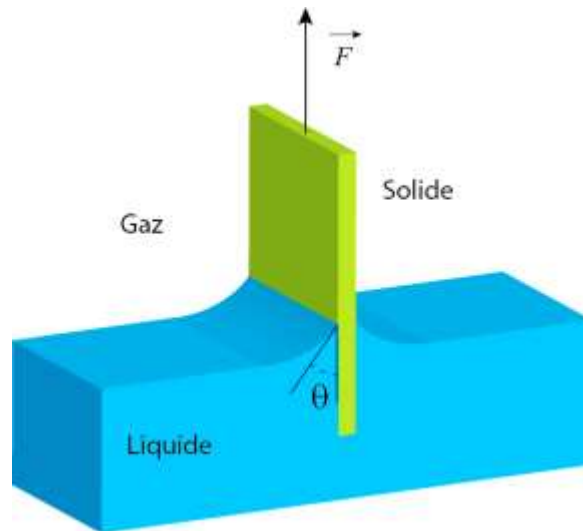

Figure 9: Principe de la balance d'arrachement.
40. Un protocole classiquement utilisé pour mesurer la tension superficielle $\gamma = \gamma_{LG}$ d'un liquide est la balance d'arrachement dans laquelle un opérateur exerce une force de traction \vec{F} sur une lame solide plongée dans un liquide, jusqu'à l'arrachement comme représenté sur la figure 9. On note Oz, l'axe vertical de vecteur unitaire \vec{e}_z dirigé vers le haut.
- On identifie la variation d'énergie calculée précédemment au travail de la force que doit exercer un opérateur lors de cette transformation $\vec{F}_l = \frac{dE}{dz} \vec{e}_z$. En utilisant l'expression de la loi de Young-Dupré qui relie les trois énergies interfaciales intervenant au niveau de la ligne triple et l'angle de contact θ du liquide sur le solide (défini sur la figure 9):